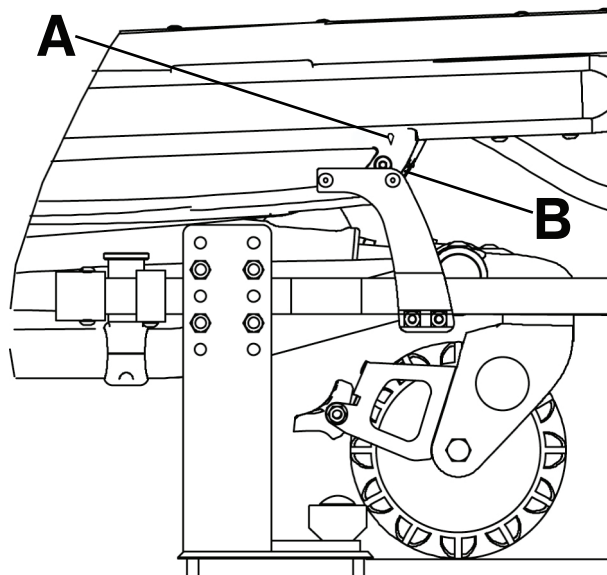

Рисунок 5 – Отрегулируйте кронштейн системы отключения
4. Переместите кронштейн системы отключения по креплению штанги так, чтобы ромб (А) на корпусе датчика совместился с головкой вытяжной заклепки (В) (Рисунок 5).
Примечание - Совместите ромб (А) на крышке корпуса датчика с головкой вытяжной заклепки (В) на системе отключения при нахождении в фиксаторе автомобиля скорой помощи (Рисунок 5).